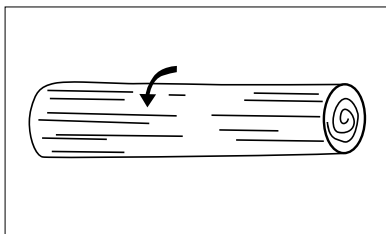

Рис. 20
1. В случай, че стволът е на опори по цялата дължина, задвижете верижния трион отгоре надолу и в същото време се уверете, че веригата не се връзва в земята (рис. 20).
За равномерно износване шината трябва да се върти на всеки 8 часа работа. Поддържайте чист жлеб на шината и отвора за смазване с почистващ инструмент (не е включен в комплекта) (рис. 20).